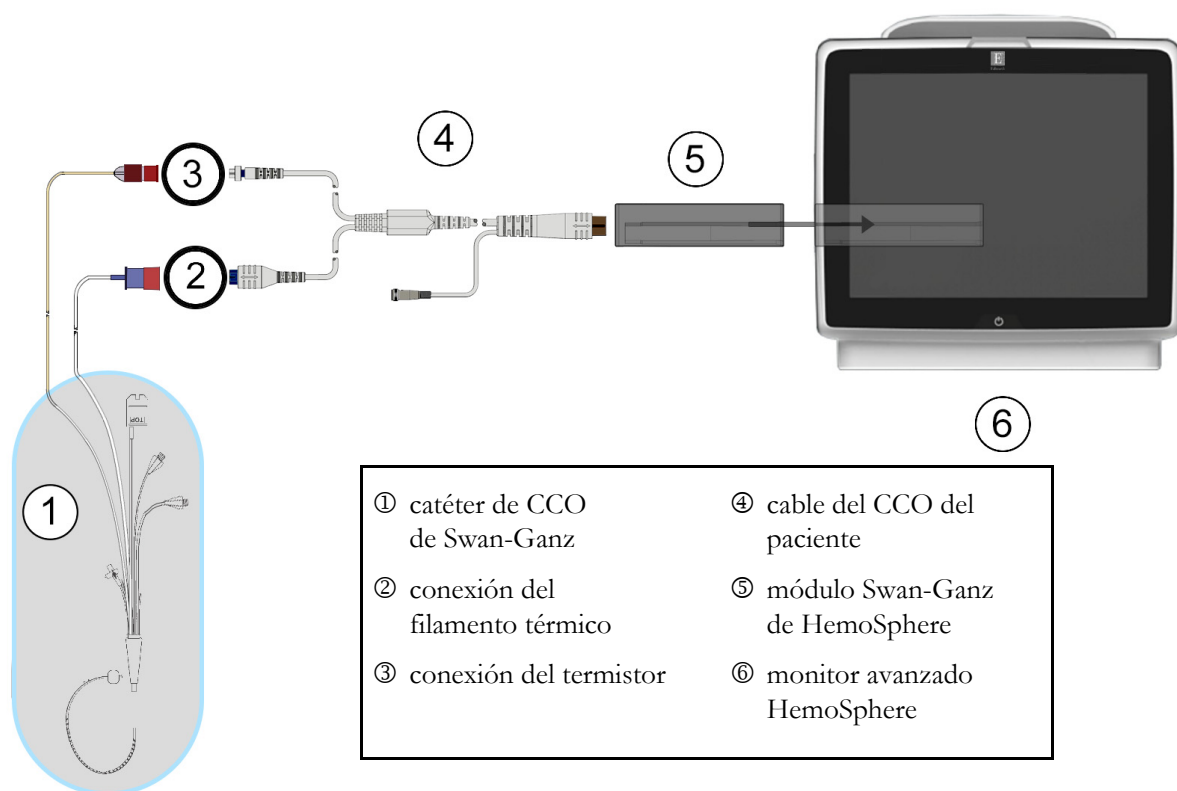

Figura 9-3 Descripción general de la conexión del GC
- 2 Acople el extremo del catéter del cable del paciente a los conectores del termistor y del filamento térmico del catéter de CCO de Swan-Ganz. Estos conectores están señalados con los números ② y ③ en la figura 9-3 en la página 127.